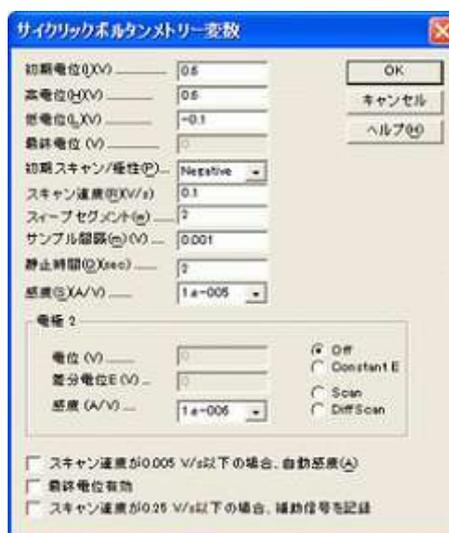

図 A-16-3. テクニック選択ボックス（左）及び CV 測定時のパラメータ設定ボックス（右）
1. 予め、メニューバーのセットアップからテクニックやパラメータなど測定条件の設定を行っておきます。（図 A-16-3）。